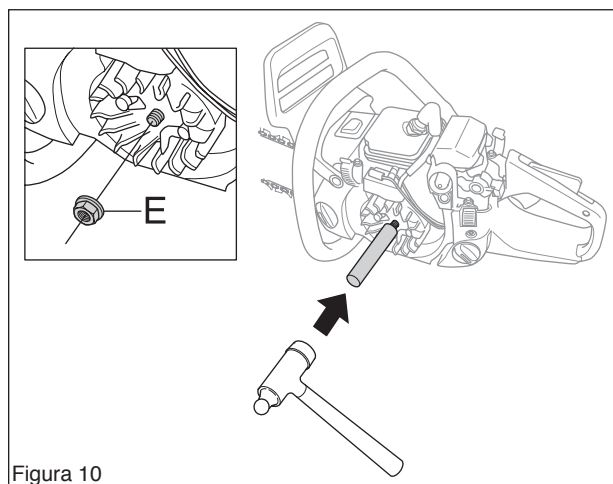

Figura 10
Aflojar la tuerca del volante (E) con una llave de tubo adecuada y quitarla. (Ver la figura 10.)
Golpear en la pieza de impacto con un martillo metálico adecuado hasta que el volante se suelte del eje. Quitar la pieza de impacto y desmontar el volante. (Ver la figura 10.)